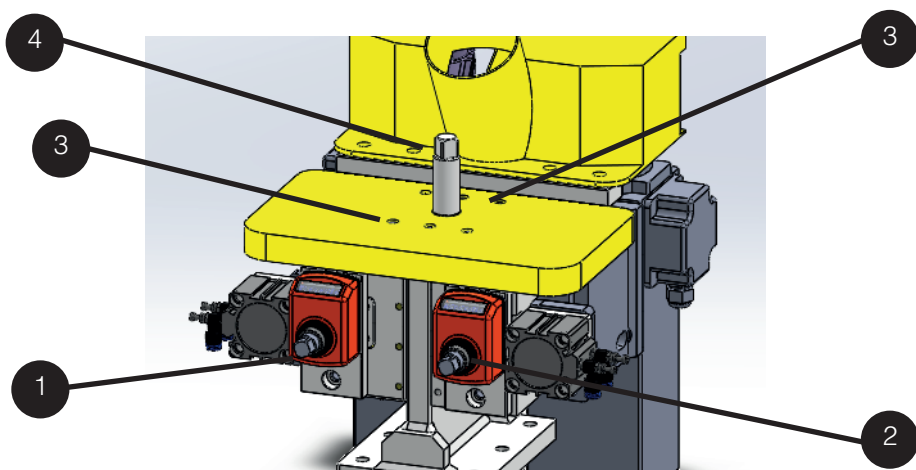

Figura 6.3
Conforme mostrado na **figura 6.3**, a profundidade de corte da **fresa de pré-fresamento 1** é ajustada por meio da **haste do parafuso de cabeça quadrada 1**:
5.1.4 Ajuste de altura do cortador para lâminas gastas (Consulte a Figura 6-3):